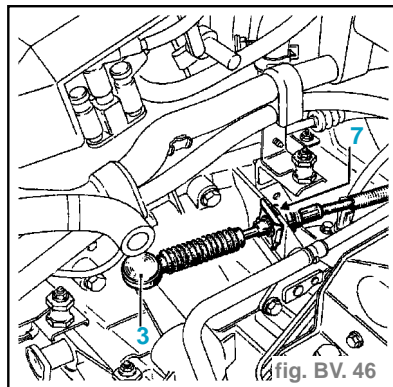

fig. BV. 46
- Retirer l'agrafe (7) du câble de passage des vitesses (3), (fig. BV. 46)